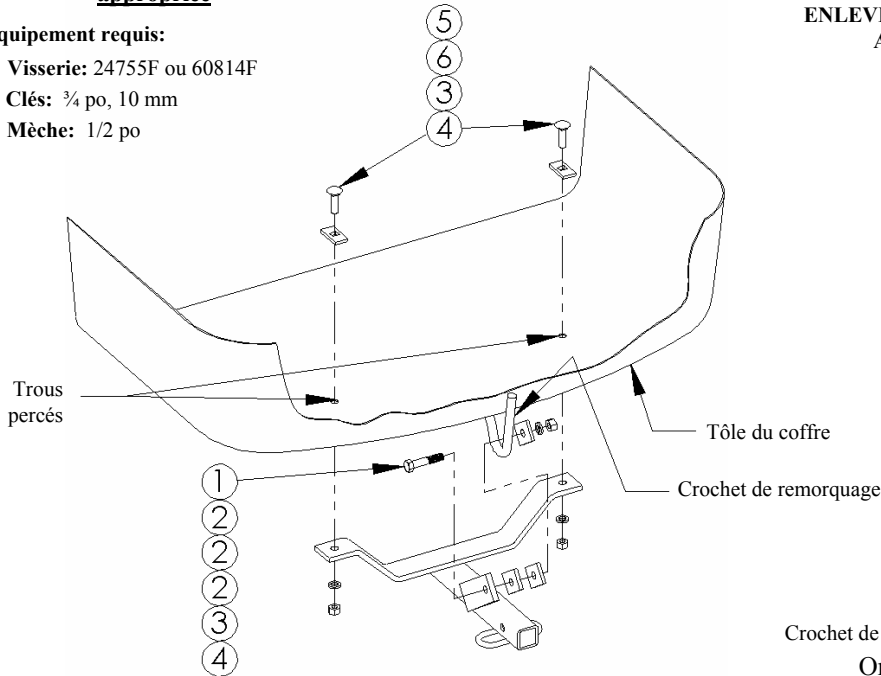

Figure 1
①	Qté (1)	Boulon hexagonal, 1/2"-13 x 2-1/2"	④	Qté (3)	Écrou hexagonal, 1/2"
②	Qté (3)	Espaceur, 1/4" x 1-1/2" x 2"	⑤	Qté (2)	Boulon de carrosserie, 1/2"-13 x 1-3/4"
③	Qté (3)	Rondelle frein, 1/2"	⑥	Qté (2)	Espaceur, 1/4" x 1" x 2"
- Fixer l'attelage au crochet de remorquage comme illustré à la figure 1. Orienter les espaceurs par rapport au crochet de remorquage comme illustré aux figures 2 et 3.
- Fixer l'attelage à la tôle du coffre à l'aide des boulons de carrosserie, des espaceurs, des rondelles freins et des écrous comme illustré à la figure 1.